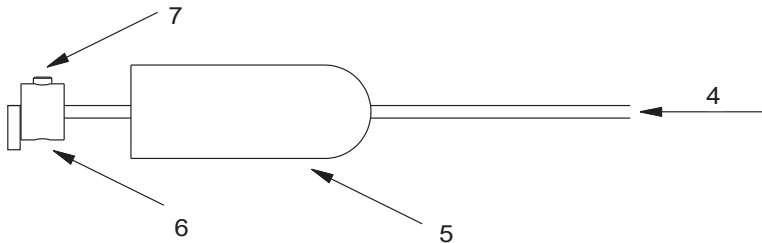

Abb. 24: Befestigung der Schrauben
- » Führen Sie den Tuchstützdraht (4 – Abb. 24) durch die Spanner (5 – Abb. 24) in die Drahtklemmen (6 – Abb. 24). Zur Rutschsicherung legen Sie das Ende des Drahts 90° um. Drehen Sie die Klemmschrauben (7 – Abb. 24) mit einem 2,5 mm-Innensechskantschlüssel fest.